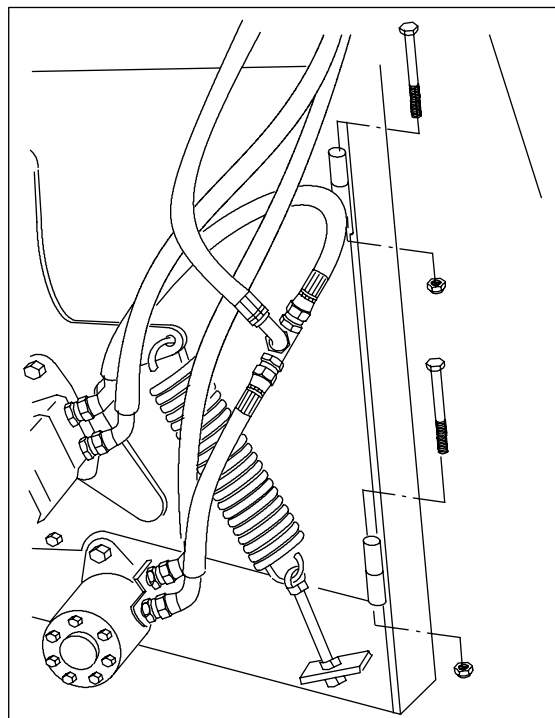

Рис. 4. Установка шарнирных болтов
2. Прикрепить питающий лоток к раме при помощи двух болтов М10х110 и закрепить гайки. Рис. 4.